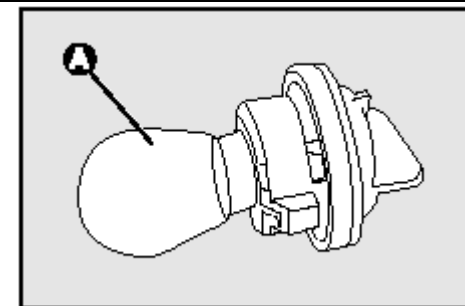

рис. 26
- Извлечь лампу **A** – **рис. 26** и заменить ее;